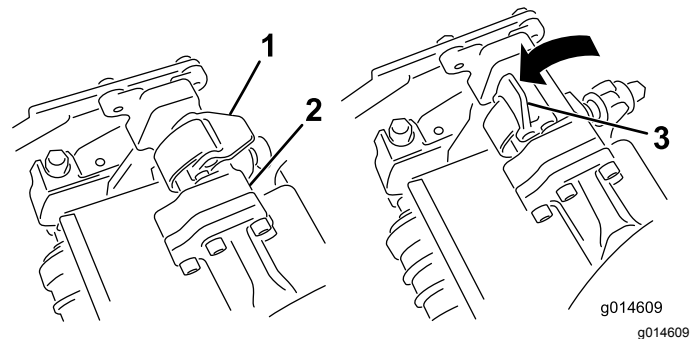

Figure 29
3. Les verrous de la barre de bras de suspension étant orientés en haut (c.-à-d. ouverts) (Figure 29), poussez le bras de suspension vers le bas pour que la barre s'engage sur la barre
4. Fermez les verrous autour de la barre du plateau de coupe et bloquez-les en place (Figure 29).
4. Ouvrez les verrous sur la barre du bras de suspension appartenant au plateau de coupe que vous voulez déposer (**Figure 29**).